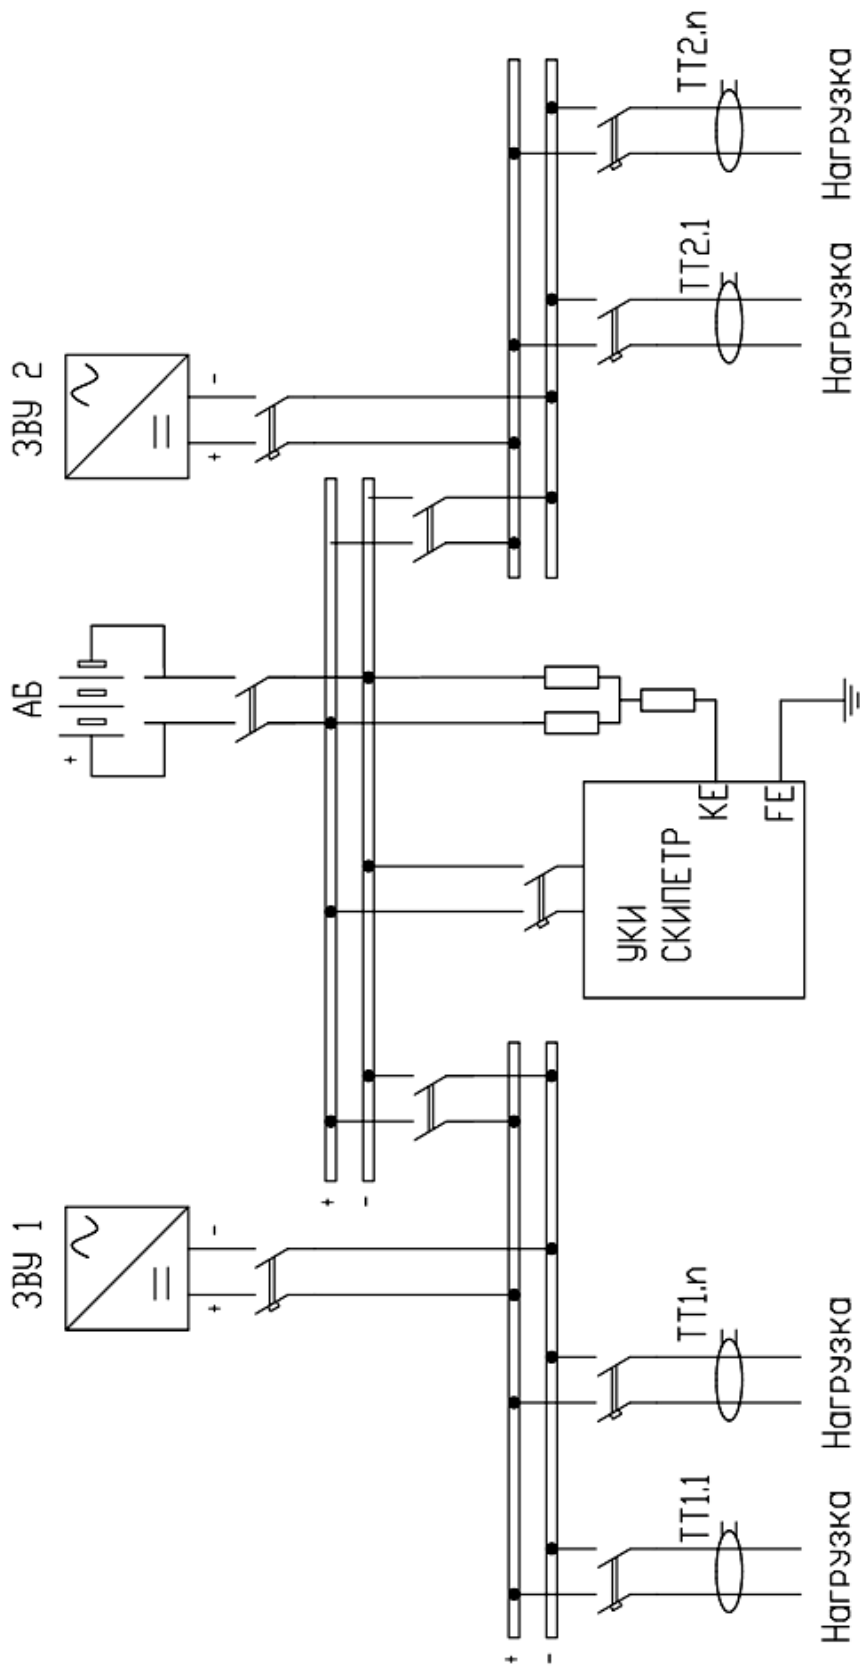

Рис.2. Схема подключения УКИ в ЦПТ с двумя секциями.
**СТРОКА 3:** 2 - адрес устройства Локатор #2, по второму каналу (прис. 2/2) наблюдается снижение сопротивления изоляции до 40 кОм.